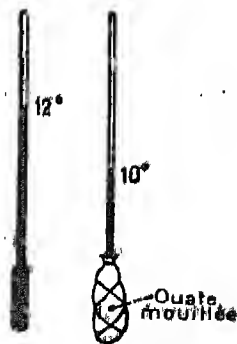

Fig. 4. — Paillelette adaptée. Pincez cette adaptation; elle vous prouvera que l'évaporation produit du froid.
b) La peau régularise la température du corps. — Quand il fait chaud, elle rougit et transpire. L'évaporation de la sueur produit du froid (fig. 4).